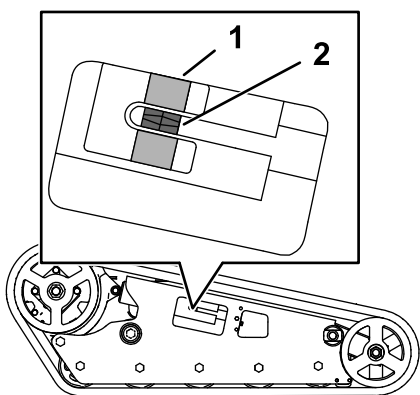

Figure 56
Vérifiez que le bloc de tension est aligné sur le guide vert de l'autocollant ou qu'il se trouve à 1,3 cm de l'arrière de la fente du tube de tension (Figure 56). Si ce n'est pas le cas, réglez la tension des chenilles comme suit :
4. À l'aide d'un rochet de 1/2", tournez la vis de tension dans le sens antihoraire jusqu'à ce que le bloc de tension soit aligné sur le guide vert de l'autocollant ou se trouve à 1,3 cm de l'arrière de la fente du tube de tension (Figure 56).
8. Vérifiez que le bloc de tension est aligné sur le guide vert de l'autocollant ou qu'il se trouve à 1,3 cm de l'arrière du tube de tension pour les deux chenilles (Figure 56). Réglez au besoin.